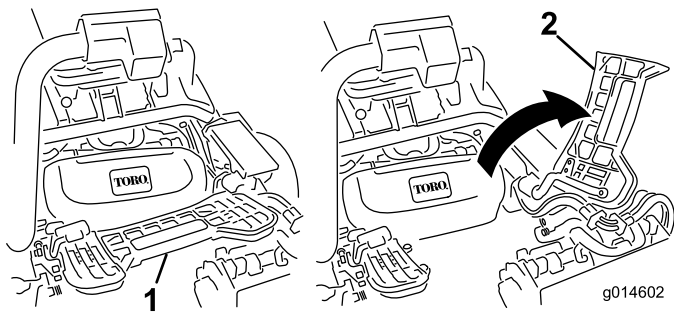

Figura 31
2. Sollevate il poggiapiedi e ruotatelo fino all'apertura, per consentire l'accesso alla posizione dell'apparato di taglio centrale. (**Figura 31**)